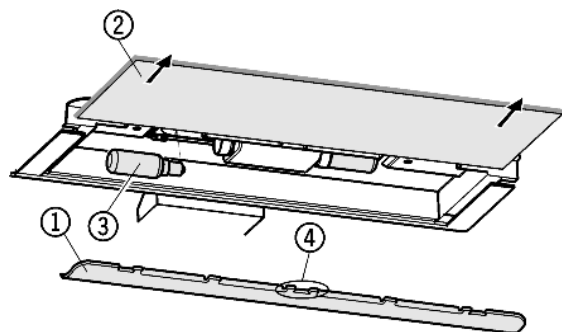

Fig. 18
- ▶ Sundejte krytku Fig. 18 (1): Prsty uchopte za krytku a vyklesněte.
- ▶ Vytáhněte skleněnou desku Fig. 18 (2).
- ▶ Žárovku Fig. 18 (3) vyměňte.
- ▶ Nasadte zpět krytku: zaklesněte vpravo a vlevo a dávejte pozor na to, aby prostřední háček Fig. 18 (4) zasahoval přes skleněnou desku.